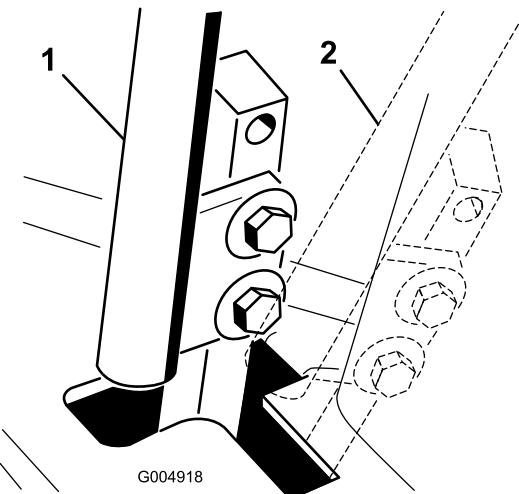

Figura 62
4. Desloque as alavancas para a posição neutra mas **não bloqueada** (Figura 62).
6. Verifique onde é que a alavanca de controlo está relativamente ao entalhe na consola (Figura 62). Deverá estar centrada permitindo que a alavanca rode para fora para a posição de bloqueada em ponto-morto.